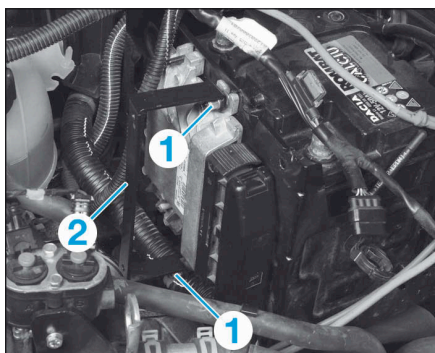

FIG.19
- Déposer les écrous (1) puis le support (2) (Fig.19).